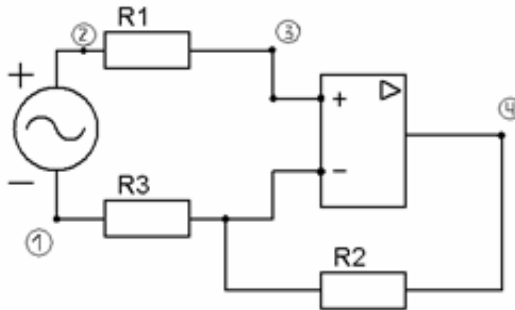

Рисунок 4.2-Принципова схема прямого включення операційного підсилювача
4.1.1 Зібрати схему, рисунок 4.2., при $R_1=1\text{кОм}$, $R_2=2\text{ кОм}$, $R_3=1\text{ кОм}$.